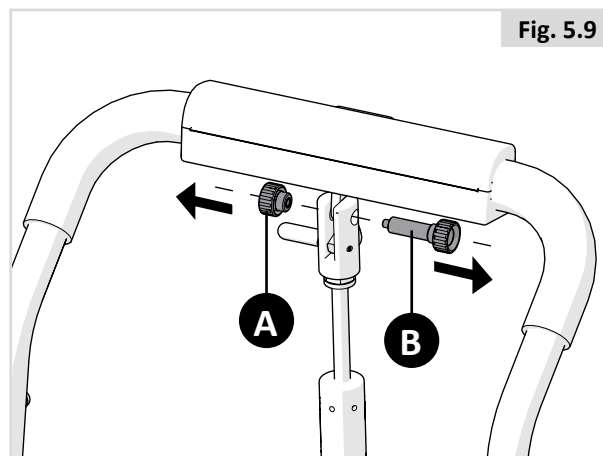

Fig. 5.9
Pour plier le dossier (valable pour les dossiers à réglage manuel et à inclinaison motorisée), dévissez la molette (A) et sortez la molette et la goupille (B) (Fig. 5.9).